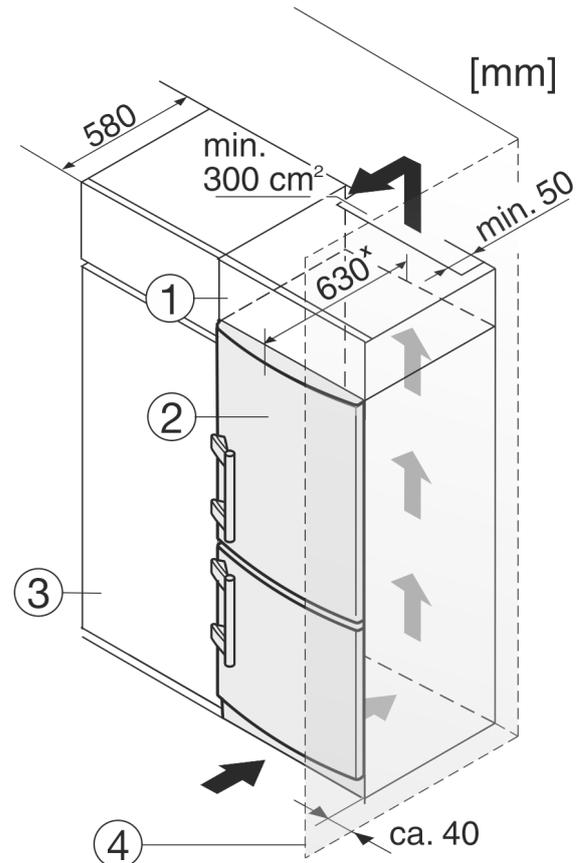

Fig. 9
- (1) Rehausse
- (2) Appareil
- (3) Placard de cuisine
- (4) Mur
L'appareil peut être intégré dans des meubles de cuisine. Pour adapter l'appareil Fig. 9 (2) à la hauteur du coin cuisine, une rehausse Fig. 9 (1) peut être posée sur l'appareil.
Lors de la transformation avec des placards de cuisine (profondeur max. 580 mm), le réfrigérateur peut être placé directement à côté du placard de cuisine Fig. 9 (3). Le réfrigérateur dépasse sur les côtés de 34 mm * et au centre du réfrigérateur de 50 mm * par rapport à la façade du placard.
Si le réfrigérateur est installé avec les charnières près d'une paroi Fig. 9 (4), la distance entre le réfrigérateur et la paroi doit être d'au moins 40 mm. Cela correspond au dépassement de la poignée lorsque la porte est ouverte.